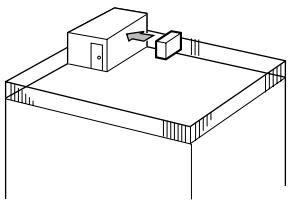

Fig. 2-2
- ① Richt de luchtauitlaat naar de dichtstbijzijnde muur, op ongeveer 50 cm van de muur. (Fig. 2-2)